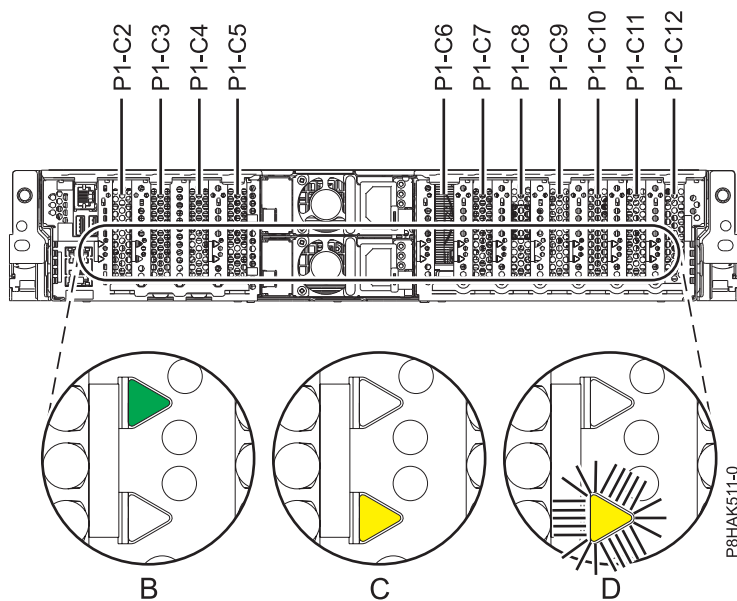

Figure 23. Emplacements des cartes PCIe et emplacements des voyants sur le système 5148-21L, 5148-22L, 8247-21L, 8247-22L, 8284-21A ou 8284-22A
1. Familiarisez-vous avec les emplacements de carte PCIe et les voyants d'activité pour la carte PCIe sur laquelle vous souhaitez exécuter des tâches de maintenance. Les cartes PCIe sont installées à l'arrière du système. La figure 23, à la page 41 illustre les emplacements des cartes PCIe sur un système 5148-21L, 5148-22L, 8247-21L, 8247-22L, 8284-21A ou 8284-22A et les emplacements des voyants pour la carte PCIe.